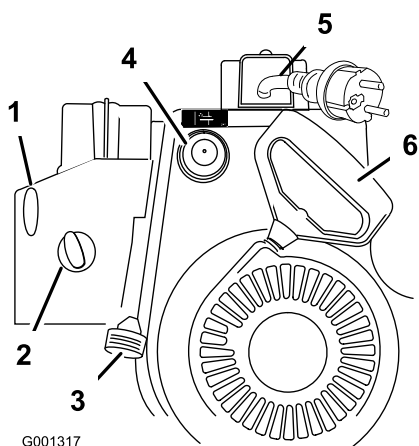

Figura 22
7. Avviate lo spazzaneve usando l'avviatore autoavvolgente o l'avviamento elettrico (Figura 22).